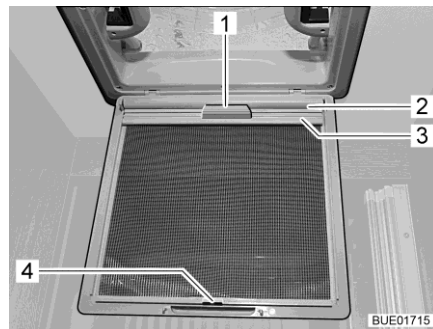

Fig. 32 Oscurante a rullo (oblò)
- Tirare l'oscurante a rullo (Fig. 32,2) utilizzando la maniglia (Fig. 32,1) e agganciare il listello di supporto (Fig. 32,3) ai ganci (Fig. 32,4) sulla protezione contro gli insetti.
- Staccare il listello di supporto (Fig. 32,3) dai ganci (Fig. 32,4) e ricondurre lentamente l'oscurante a rullo (Fig. 32,2) utilizzando la maniglia (Fig. 32,1).